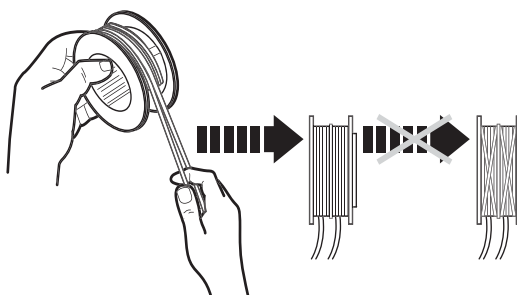

Fig. 37
- > Enroulez les deux extrémités du fil de coupe dans le sens des aiguilles d'une montre autour de la bobine. Vérifiez que chaque extrémité du fil est placée de chaque côté du guide de la bobine (Fig. 37).